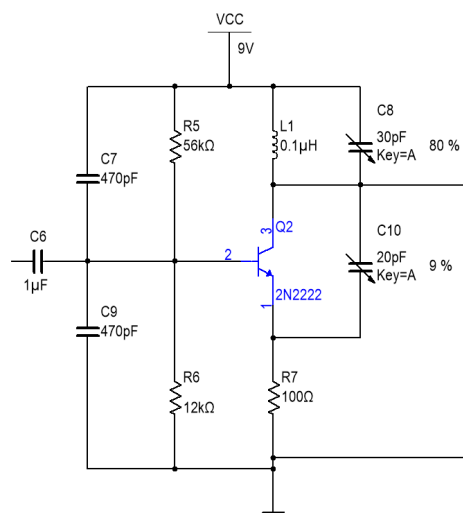

Figura 5 – Configuração de um oscilador de Colpitts.
Neste passo devemos escolher entre um modelo de oscilação para gerar a frequência de portadora. No caso da faixa de frequência de FM, os osciladores mais comuns são o de Colpitts Hartley. Ambos trabalham com o conceito de oscilação por ressonância onde um circuito tanque gera uma determinada frequência que é realimentada em um amplificador que garante a oscilação naquela faixa de frequência para o qual o circuito tanque foi sintonizado. Geralmente, o oscilador de Colpitts é mais usado por necessitar de menos indutores (um somente enquanto Hartley necessita de dois). A Figura 5 mostra uma das configurações possíveis para um oscilador de Colpitts. Observe que nenhuma entrada de sinal é vista neste oscilador que é capaz de gerar uma portadora senoidal sem que haja entrada de sinal.
Em virtude do fato de Colpitts se basear no fenômeno da ressonância de um circuito tanque, a frequência de portadora é a mesma do circuito tanque que é dada pela equação abaixo. Neste caso C equivale ao valor do capacitor que está em paralelo com o indutor do circuito tanque (na Figura 5 rotulado como C10).
Na sequência são apresentados alguns dos cálculos específicos para osciladores tomando por base o esquema da Figura 5.
- Resistências de polarização R1, R2 e R3: os valores de polarização foram considerados empregando-se um $I_c = 6mA$ e um $V_{r3} = 0,6V$ gerando-se os valores vistos na Figura 5.
Este passo é importantíssimo para se verificar os ajustes no projeto. Conforme visto na Figura 5, quando ajustamos C8 para 9% e C10 para 80%, temos uma oscilação com bom comportamento conforme se vê nos gráficos da Figura 6. Observa-se que mesmo sozinho (não ligado a nenhum outro circuito ou fonte de sinal), ele é capaz de produzir um sinal senoidal relativamente limpo a julgar pelo seu espectro. *É importante ajustar bem o oscilador seja na simulação, seja na prática, pois ele é o item mais crítico do projeto, para o seu correto funcionamento e para sua qualidade.* Ainda vale lembrar que esta forma de projeto empregando osciladores construídos de forma discretizada não é a mais eficiente em termos de qualidade de sinal. Contudo, em termos didáticos, tem suas vantagens apesar da dificuldade em fazer o oscilador funcionar bem com os ajustes finos.
transistor que garantiria a oscilação espontânea (além dos capacitores C9 e C7 da Figura 5 que garante passagem para a corrente de base gerada). No caso deste circuito temos um amplificador comum onde no coletor ligamos um circuito cuja resistência varia conforme a faixa de frequência que passa por ela. Como o ganho deste amplificador é dado pela relação R_c/r_e , onde $R_c = X_L//X_c$, temos diferentes ganhos para as diferentes frequências. No caso da frequência central e das frequências próximas a ela, temos que a resistência R_c deste circuito é a máxima possível (e o ganho também, por consequência). Já outras frequências, o valor de R_c decai diminuindo o ganhando chegando a situações onde $R_c < r_e$ o que geraria uma atenuação naquela faixa de frequências.